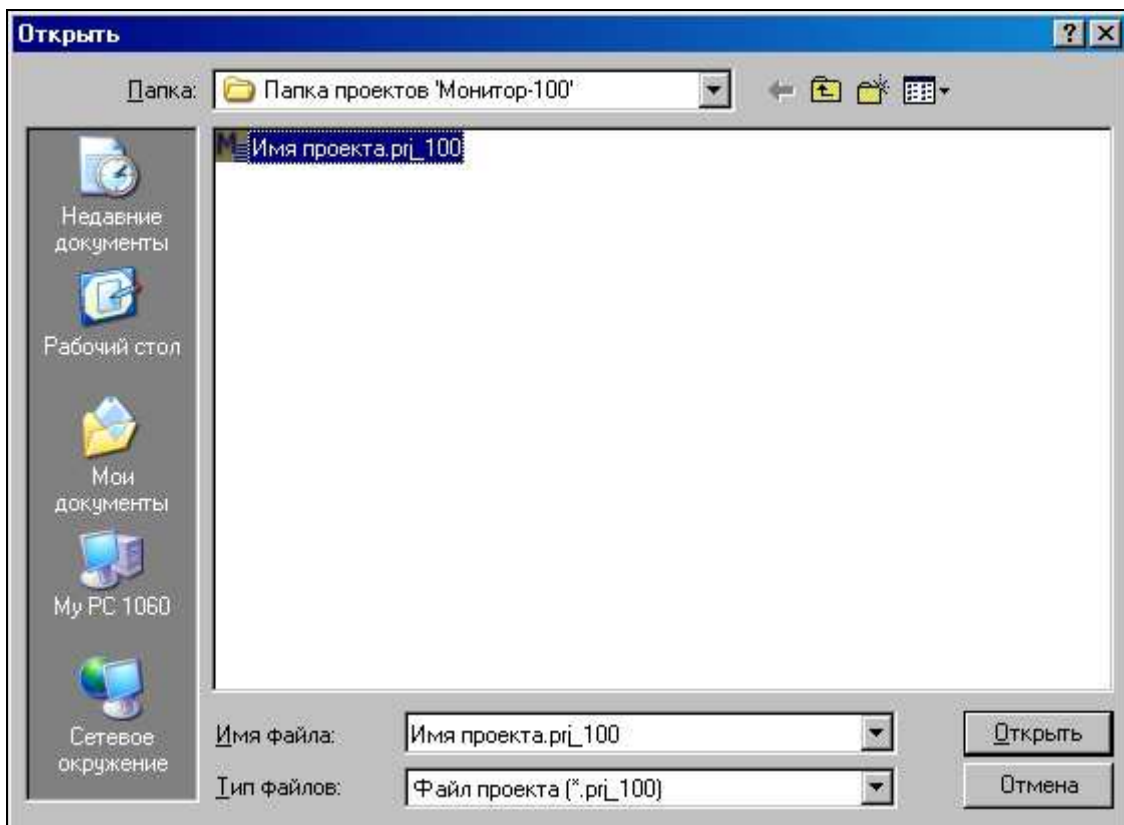

Рисунок 67
3.3.2.1 Для открытия проекта нажать КПИ «» или выбрать пункт главного меню «Файл», подпункт «Открыть». Откроется стандартное диалоговое окно Windows «Открыть». Выбрать проект и нажать кнопку «Открыть» (рисунок 67).